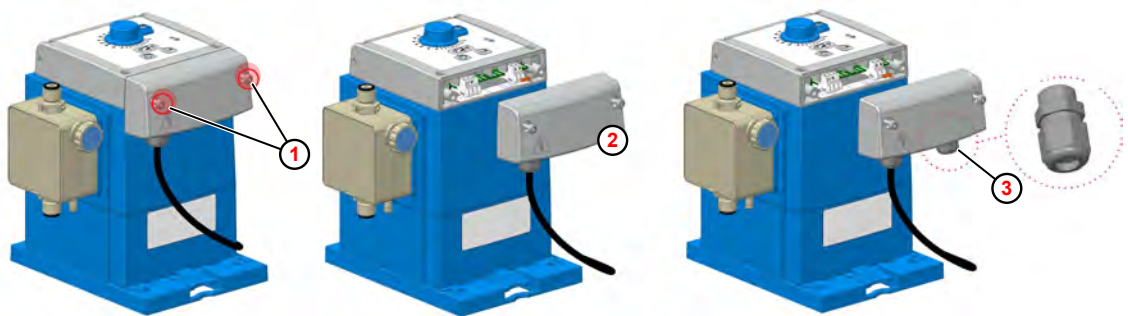

Abb. 11: Elektrische Installation „EcoPro“
① Gehäuseschraube
② Klemmraumdeckel
③ Kabelverschraubung
1. Die beiden Gehäuseschrauben (Abb. 11 , ①) lösen. Die Schrauben sind gegen Herausfallen gesichert.
2. Klemmraumdeckel ② abnehmen.
3. Für den Anschluss des externen Freigabesignals, die Kabelverschraubung M12x1,5 aus dem Beipack der Pumpe an entsprechender Stelle montieren ③ .